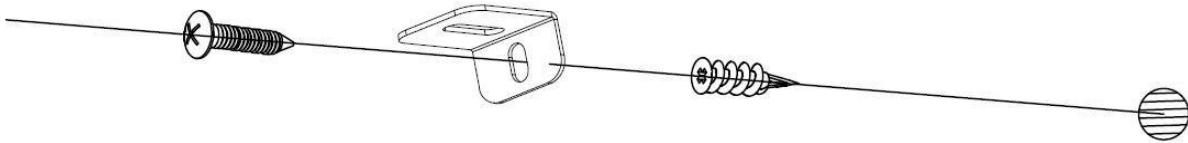

Fig 3-3
C.Instale el anclaje de plástico (C) en la pared de yeso, luego instale el tornillo B (suministrado) en el agujero del soporte en L en el anclaje de pared para asegurar la chimenea para que no se salga de los ganchos.(Fig 3-3)